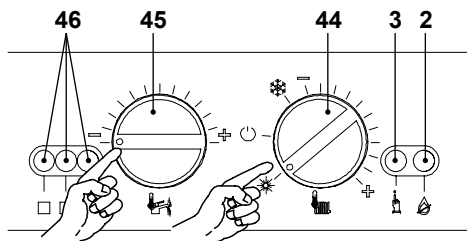
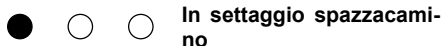
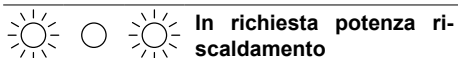

Figura 9.8
Figura 9.9
Figura 9.10
- Alimentate elettricamente la caldaia azionando l'interruttore bipolare previsto nella installazione; la lampada di segnalazione 46 in Figura 9.8 lampeggia ogni 4 secondi.
- Posizionare il selettore 44 come indicato in Figura 9.8; la lampada di segnalazione 46 lampeggia ad intermittenza circa ogni 2 secondi.
- Posizionare il selettore di funzione / manopola regolazione temperatura riscaldamento 45 come indicato in Figura 9.8
- Tenere premuto il pulsante di ripristino 3 in Figura 9.8 per circa 10 secondi, la lampada di blocco 2 in Figura 9.8 inizierà a lampeggiare.
- Per settare la funzione spazzacamino le spie di segnalazione 46 in Figura 9.8 devono essere visualizzate come in Figura 9.9 (leggenda spie pag. 50)
- Ripremere il pulsante di ripristino 3 in Figura 9.8 per circa 5 secondi, la lampada di blocco 2 in Figura 9.8 si spegne, mentre le spie di segnalazione 46 in Figura 9.8 lampeggiano in maniera richiesta potenza riscaldamento Figura 9.10